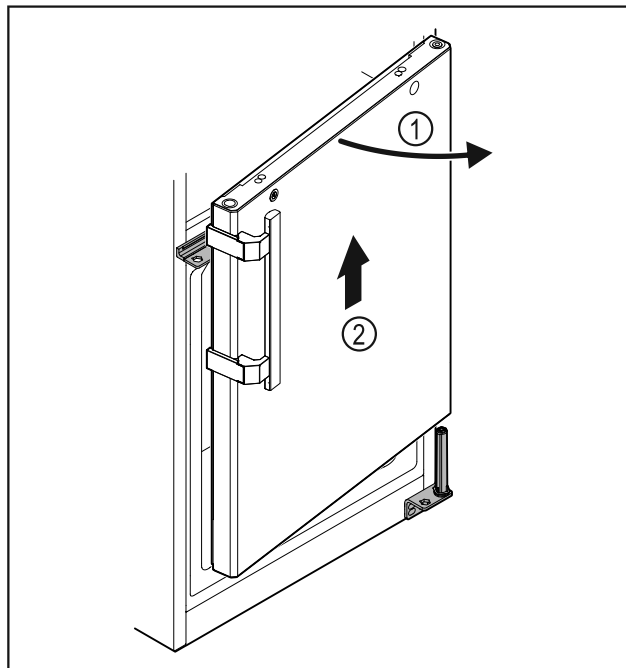

Fig. 28
- ▶ Avage veidi ust Fig. 28 (1), tõstke umbes 200 mm otse ülespoole ja võtke maha Fig. 28 (2).